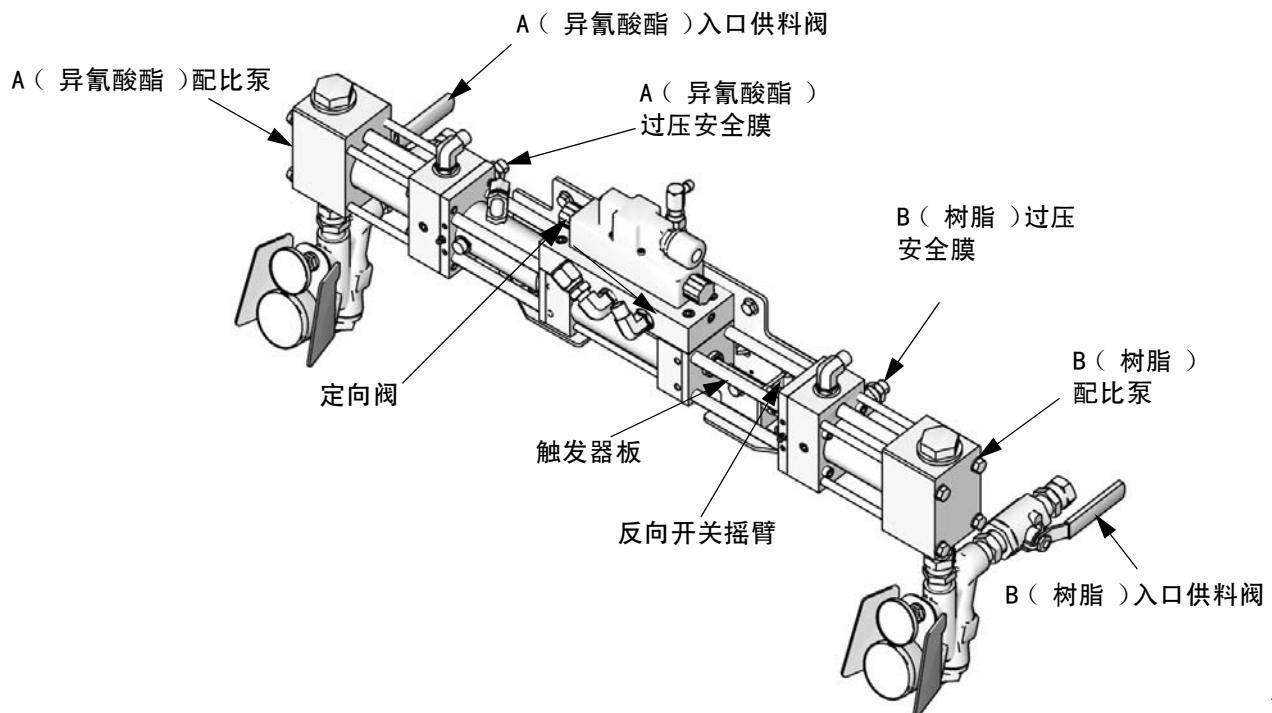

图 1. 配比系统
1. 为了使配比泵反向运转，触发器板（219）必须与摇臂接触，以便触发反向开关（210）。检查触发器板、摇臂或反向开关有无折弯或松动。请参见的图 1（第 26 页），以及第 59 页的零配件。